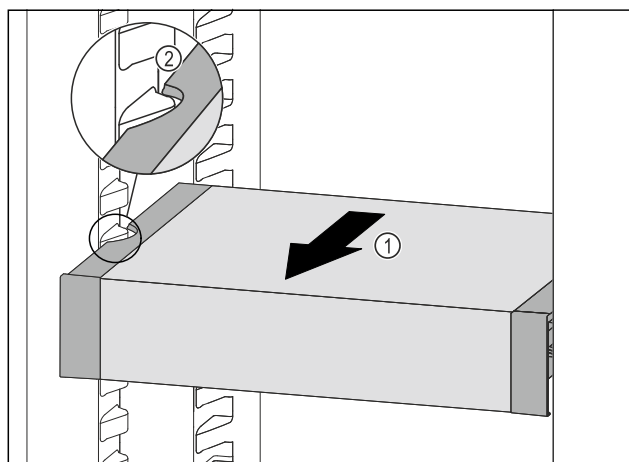

Fig. 142
- VarioSafe naar voren trekken Fig. 142 (1), tot de uitsparingen aan de zijkant van de VarioSafe zich ter hoogte van de rib in het koelgedeelte bevinden. Fig. 142 (2)